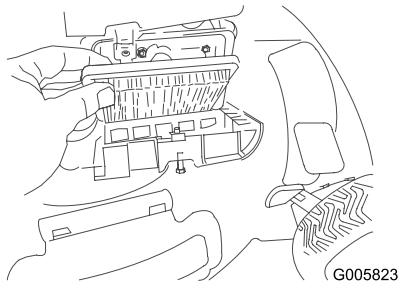

Figura 38
2. Sostituite il filtro dell'aria (Figura 38).